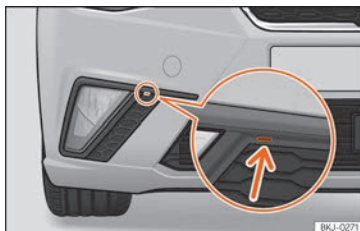

Fig. 56 Projecteur antibrouillard : enlever la grille
- Soulevez l'encoche » **fig. 56** (flèche) à l'aide d'un tournevis. Déclipez ensuite les clips situés autour de la grille en effectuant un léger mouvement de levier.